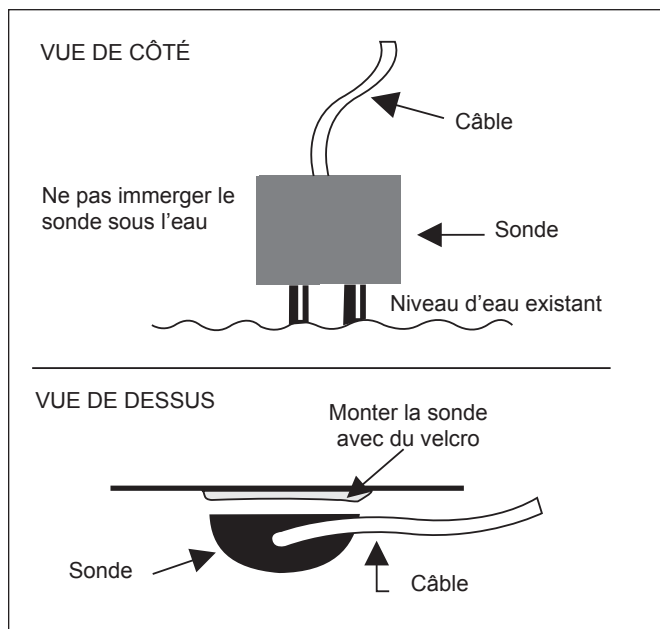

Figure 13. Installation d'une sonde d'écumoire (demi-lune) en réflexion
- a. Fixez la sonde d'écumoire (demi-lune) horizontalement sur une écumoire existante. Fixez avec du velcro ou un adhésif approprié dans la gorge de l'écumoire derrière l'arc de porte. Vous reporter aux figures 13 et 15.